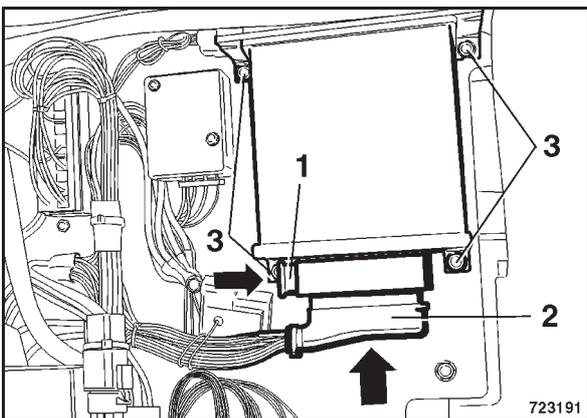

Bild 96
- Neue BLM-Steuerung mit vier Sechskant-schrauben 3 (Bild 96) befestigen.
- Stecker (2) einstecken und Verschluss (1) in Pfeilrichtung einschieben.